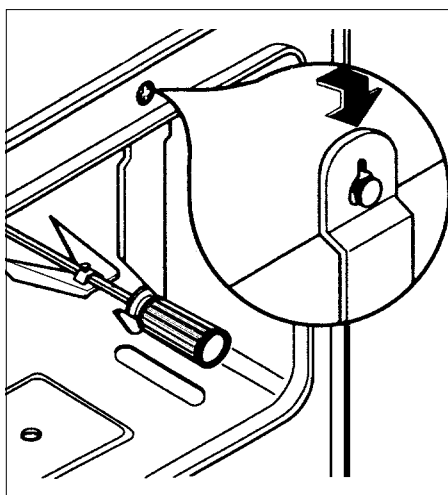

Fig. 5
- Coloque el gancho de sostén del asador en el soporte (fig. 5).
- Apoye la parte frontal del asador en el gancho, asegurándose que la punta del asador esté bien inserta en el receptáculo del motor del spiedo (Fig. 5).